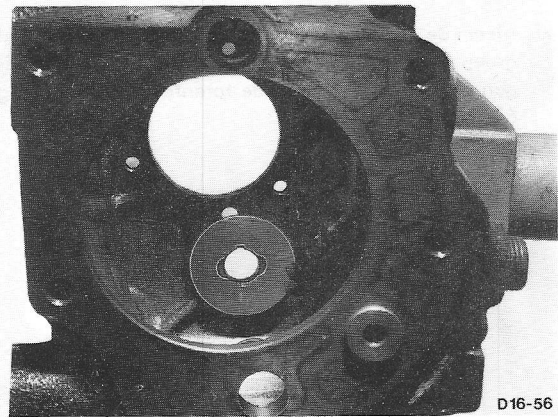

Fig.71 Drukringen voor torentandwielgroep in het huis plakken.
43. Plak de drukringen voor de torentandwielgroep met vet op hun plaats voor de gaten waar de as in komt (fig. 71).